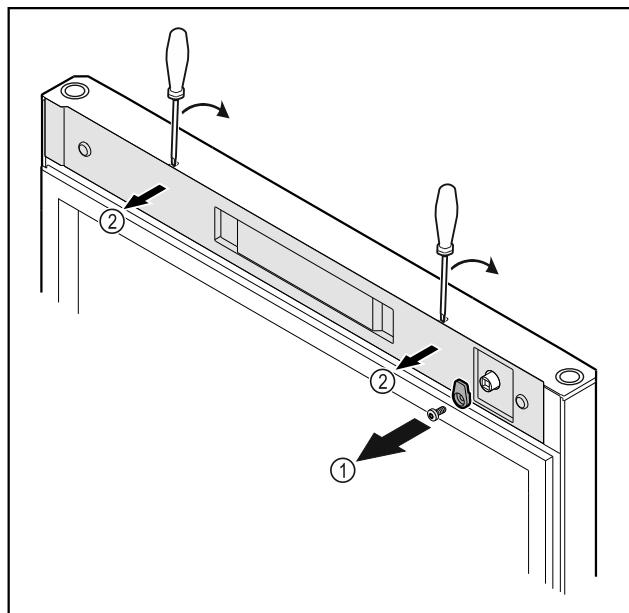

Fig. 12 *
- Deșurubați Fig. 12 (1) cârligul de închidere.*
- Deblocați apărătoarea Fig. 12 (2) cu o șurubelnită mică și detaşați-o.*